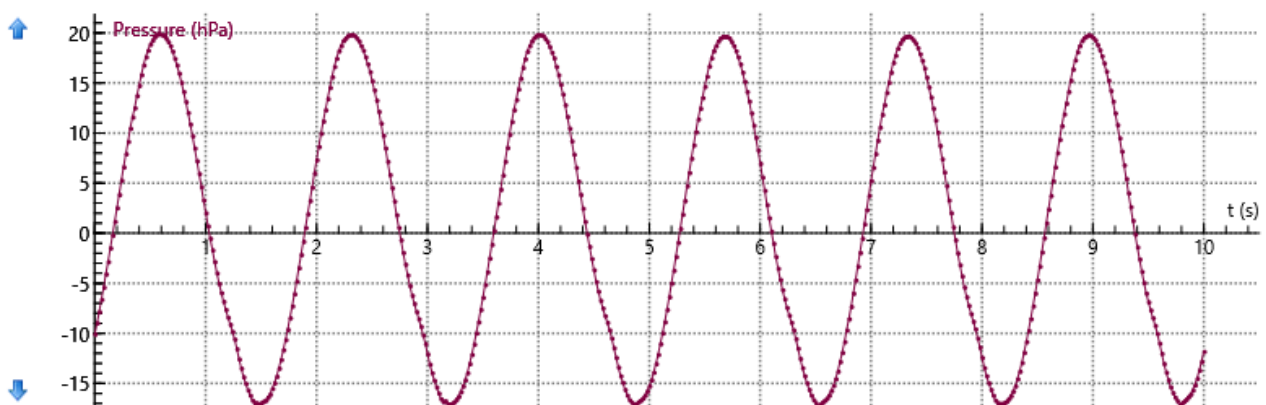

Fig. 1 Curso de la presión en el motor de Stirling D
- Se evalúa la curva de medida (fig. 1).